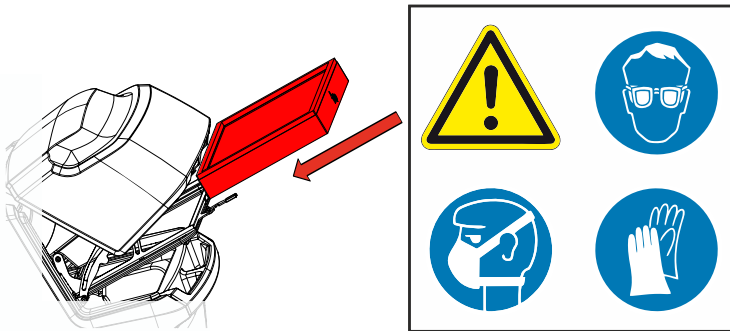

Abb. 44
- Staubfilter in Einbauichtung - siehe Symbol auf dem Staubfilter in den Filterhalter legen. (Abb.44)